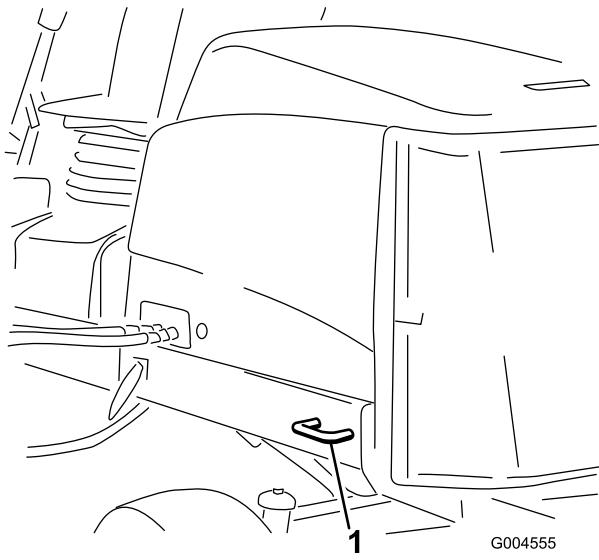

Figura 48
- Posteriori – ogni lato della macchina sul telaio posteriore (Figura 48).